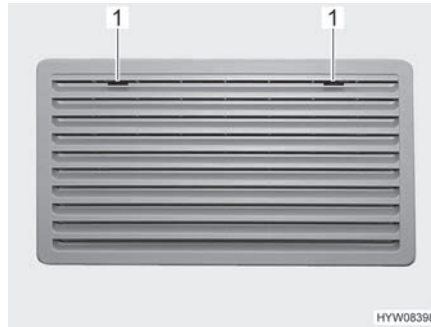
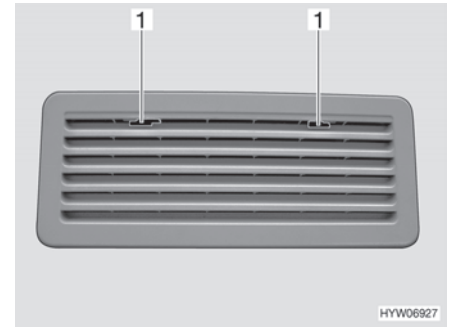

Fig. 134 Grille d'aération du réfrigérateur (Thetford, grande)
Fig. 135 Grille d'aération du réfrigérateur (Thetford, petit)
- Pousser le dispositif de blocage (Fig. 134,1 ou Fig. 135,1) vers le milieu.